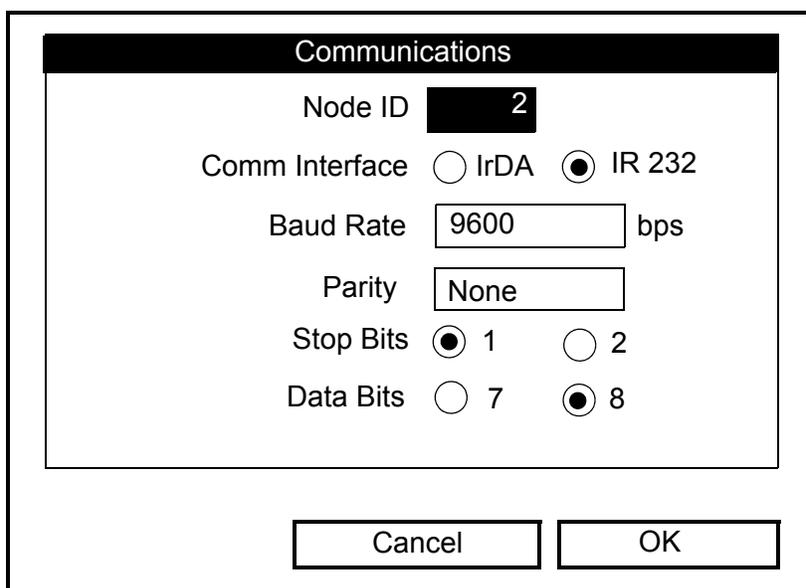

Рис. 3-17. Окно *Communications* (Связь)
- С помощью прокрутки выберите пункт меню *Communication* (Связь) и нажмите [ENTER] (ВВОД). Будет открыто окно *Communications* (Связь) (см. Рисунок 3-17 ниже).